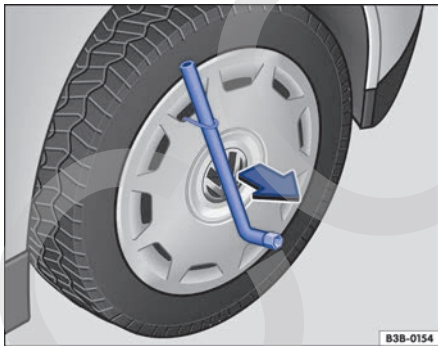

Fig. 196 Desmontar el tapacubos integral.
- Introduzca la llave de rueda por el gancho de alambre → fig. 196 y tire del tapacubos en el sentido de la flecha.